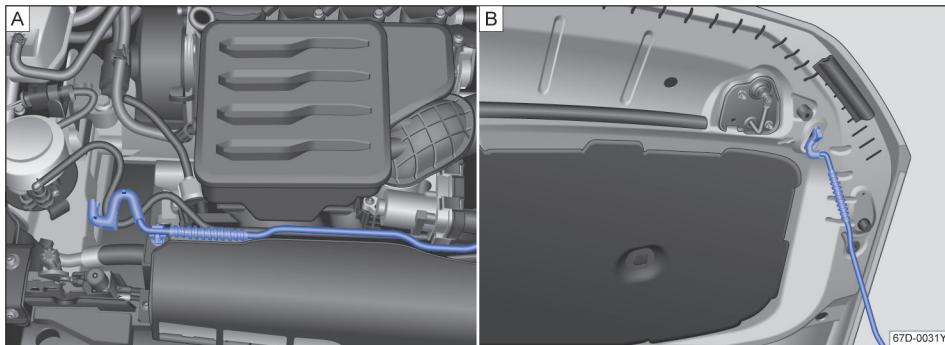

图 141 发动机舱盖支撑杆处于安放及固定位置
- 将发动机舱盖支撑杆→图 141 从其固定支架上取下。
- 将发动机舱盖支撑杆挂入图示位置的开口上→图 141。
- 将发动机舱盖支撑杆压入其固定支架内→图 141。